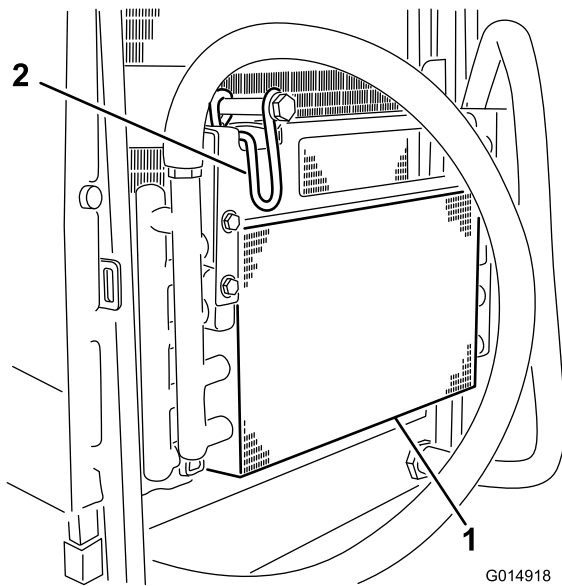

Figura 43
- Gire el cierre hacia dentro para liberar el enfriador de aceite (Figura 43).